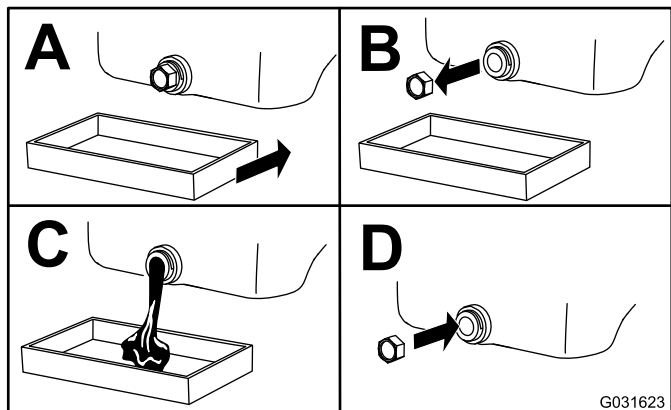

Figure 33
3. Vidangez l'huile (Figure 33).